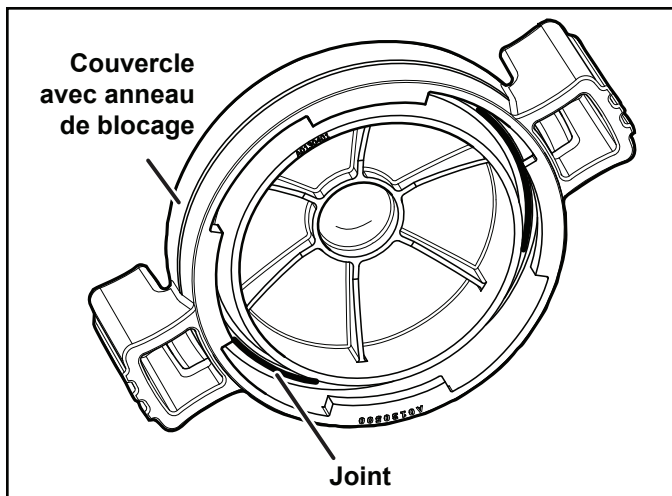

Figure 13. Joint torique dans le couvercle
4. En suivant les repères sur l'anneau de blocage, tourner la bague dans le sens anti-horaire jusqu'à ce que les repères de démarrage (START) s'alignent avec les ports. Voir la Figure 13 et 15.